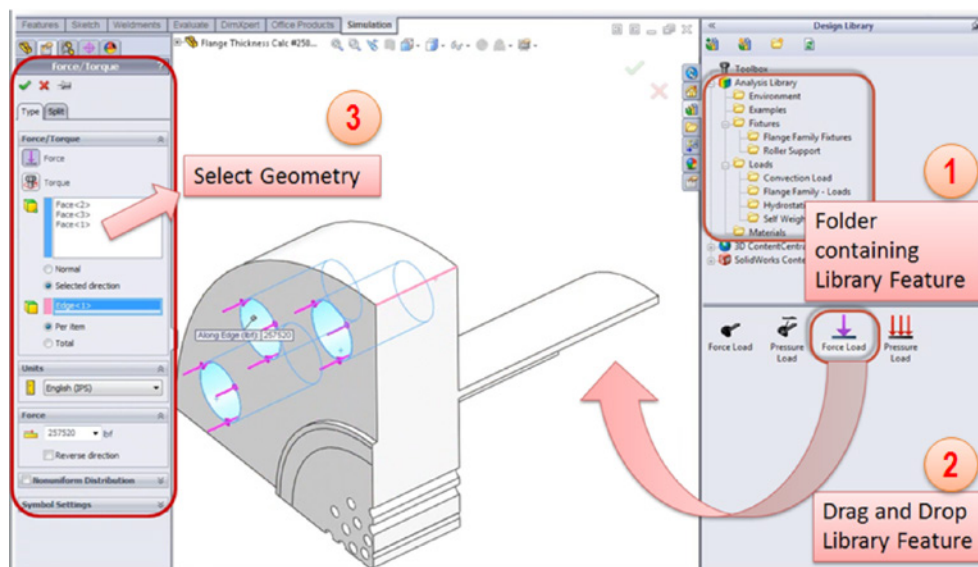

图 12: 通过拖放操作重复利用仿真库特征
- 保存的库特征可以轻松地拖放到 CAD 图形窗口上,相应的对话框将会打开,并且用户只需完成几何体选择。图 12 显示了在法兰设计上施加载荷的示例,请注意,库特征已经为载荷预定义了一个值。